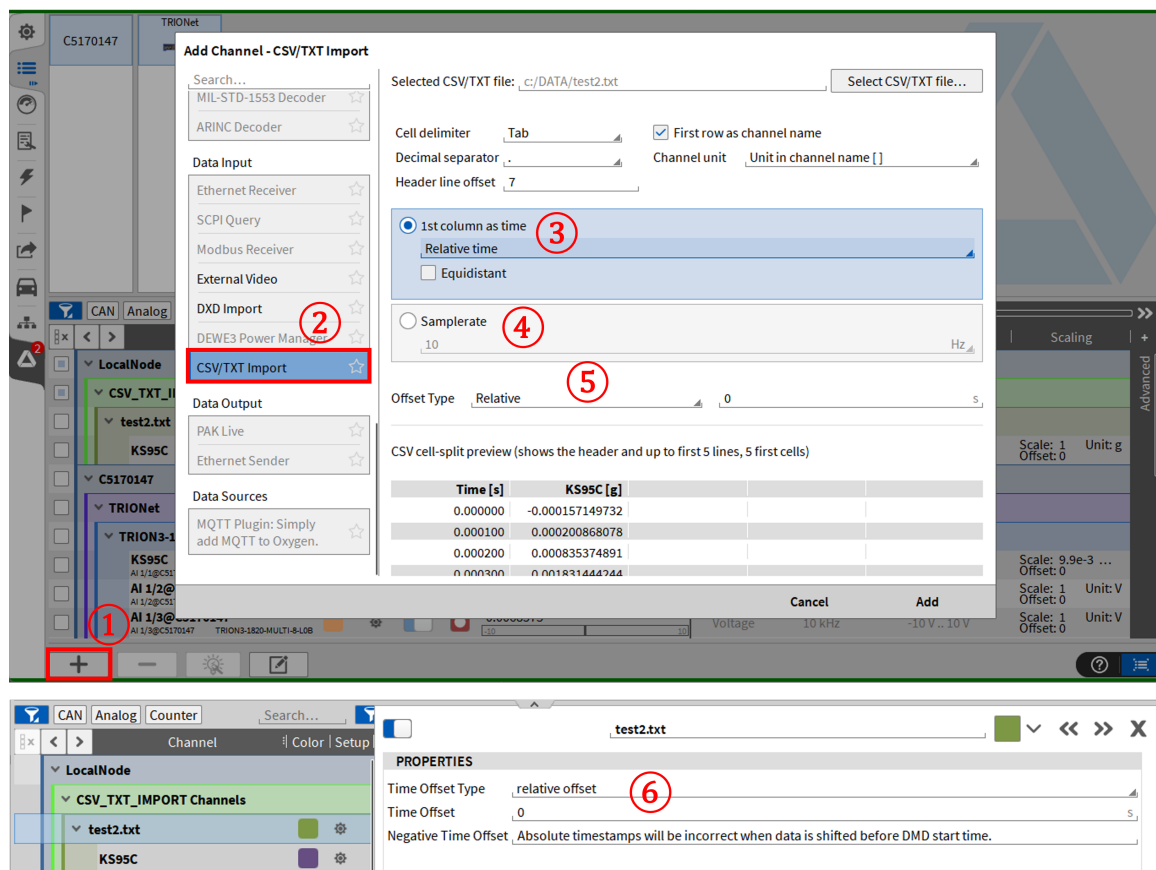

Abb. 7.173: CSV/TXT-Import
Im OXYGEN Viewer ist es möglich, CSV oder TXT-Daten als Kanal zu importieren. Dies ist nur im PLAY-Modus möglich (siehe ① in Abb. 7.173). Die erste Spalte kann als relative oder absolute Zeit interpretiert werden (siehe ③ in Abb. 7.173). Die Option Equidistant ermöglicht asynchrone Daten mit einer virtuellen Abtastrate einzulesen. Falls keine Zeit angegeben wird, kann eine synchrone Abtastrate definiert werden (siehe ④ in Abb. 7.173). Ein optionaler Zeitversatz kann vor Anlegen des Kanals (siehe ⑤ in Abb. 7.173) oder nachträglich in den Eigenschaften (siehe ⑥ in Abb. 7.173) definiert werden. Der importierte Kanal ist in der Gruppe CSV_TXT_IMPORT Channels in der Kanalliste zu finden.